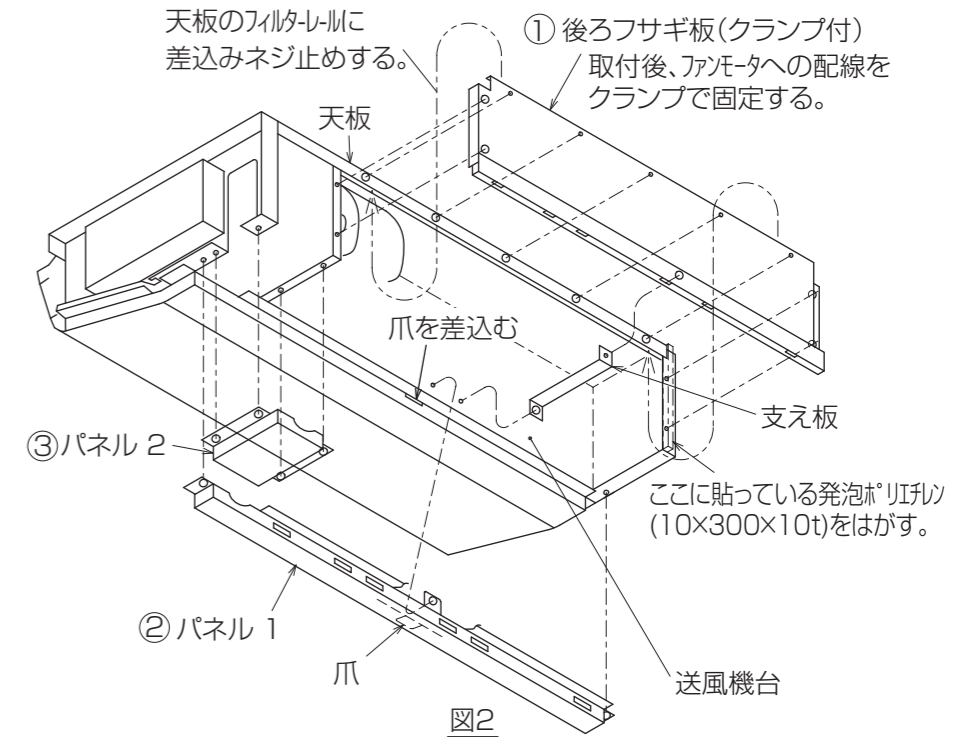

図2
2. 下記の要領でユニット本体に後ろフサギ板・パネル 1・パネル 2・支え板吸込グリルを取付けてください。(図2,3)
- 吸込口右側に貼っている発泡ポリエチレン(10×300×10t)をはがします。はがすと後ろフサギ板をネジ止めする穴が見えます。(図2)
- 後ろフサギ板を天板の(後ろ吸込み時の)フィルタレールに差込みネジ止め(左・中央・右)します。(図2)
- 支え板を送風機台と後ろフサギ板にそれぞれ1本ネジ止めして固定します。(図2)
- パネル 1の爪部分を本体パネルの切欠きに差込み、左・中央・右それぞれ1本ネジ止めして固定します。(図2)
- パネル 2を配管接続部の下側にセットし、4本ネジ止めします。(図2)